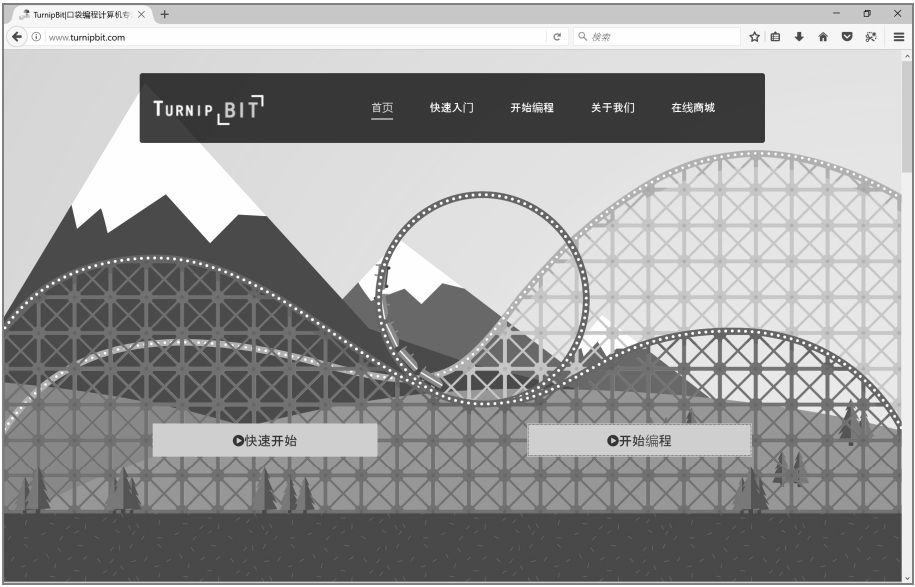

图 10-7 TurnipBit 官方网站
① 打开 TurnipBit 官方网站（网址为 <http://www.turnipbit.com/>），如图 10-7 所示，点击“开始编程”按钮进入编程界面。